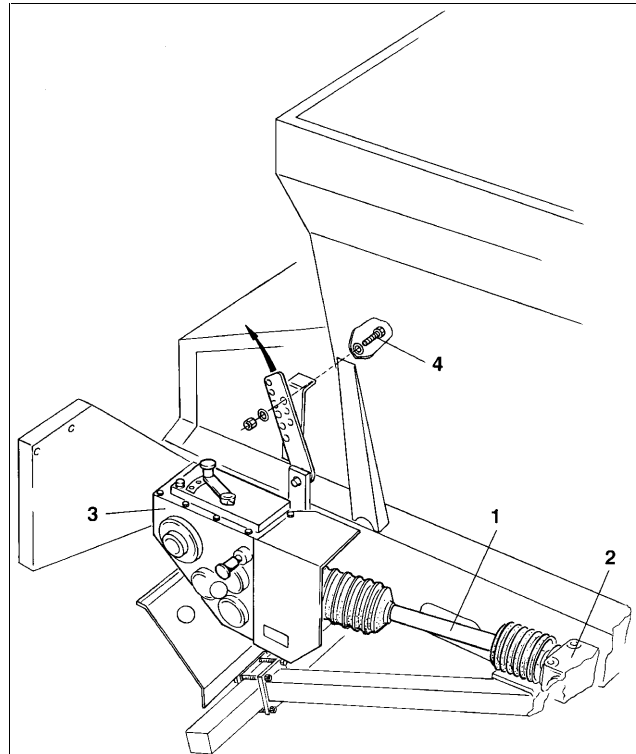

Fig. 73
1. Tirez l'arbre de transmission à cardan (Fig. 73 /1) de l'arbre d'entraînement sous l'épandeur centrifuge et raccordez le à l'engrenage d'angle (Fig. 73 /2) de la roue au sol. Pour éviter de trop plier l'arbre à cardan (Fig. 73 /1), il faut manœuvrer en conséquence l'engrenage du tapis (Fig. 73 /3). Desserrez la vis à six pans M16 (Fig. 73 /4) pour pouvoir déplacer l'engrenage en conséquence. Verrouillez ce réglage.